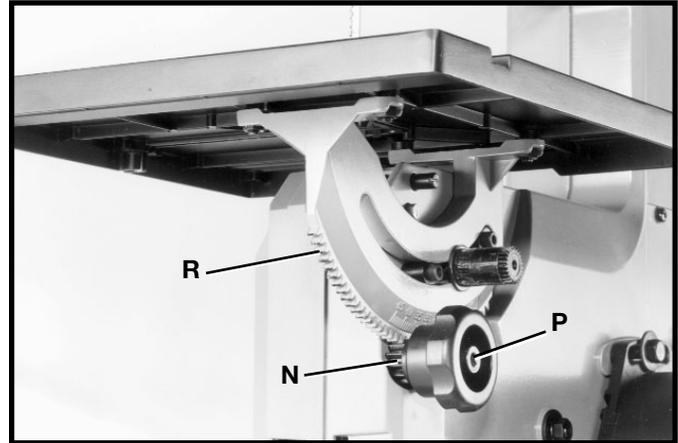

Fig. 10
7. Placez le bouton de réglage (N) fig. 10 à l'arrière de la scie afin que les dents de bouton de réglage (N) s'engagent dans les dents du tourillon (R). Fixez-le en place à l'aide de la vis spéciale (P) et du ressort en utilisant la clé hex. fournie de 4 mm.